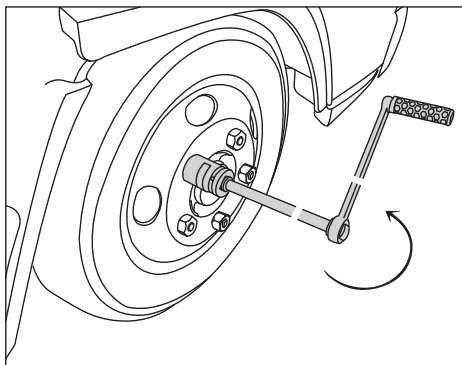

Рис. 2
- 5.5. Снимите мультипликатор. Для полного откручивания крепежа используйте удлинитель с рукояткой привода и с присоединенной торцевой головкой. Рисунок 2.